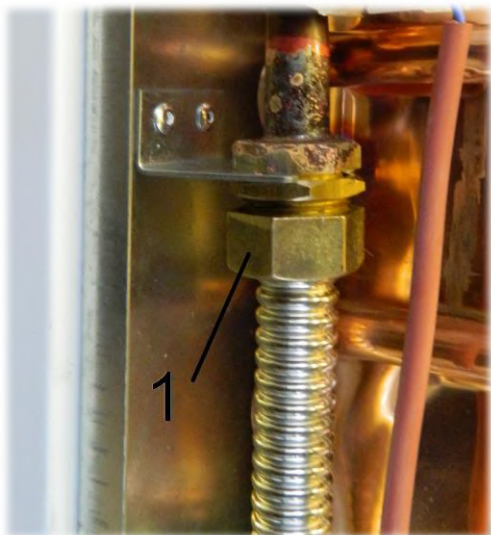

Рис. 21. Демонтаж труб
- 6) ключом на 30 отвернуть две гайки 1 (см. Рис. 21) крепления штуцеров теплообменника к кронштейнам задней стенки;